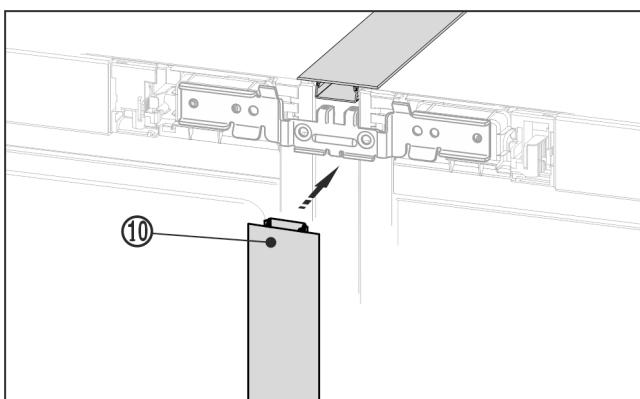

Fig. 22 *
- ▶ На передней стороне вдавите длинную декоративную планку Fig. 22 (10) в вертикальную щель. Обратите внимание, что планка опирается на соединительный лист.*